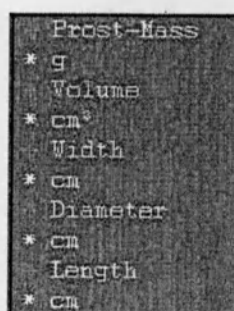

Рисунок 4.34.1
- 3) Чтобы измерить объем предстательной железы выберите пункт меню **Prost-Mass** и выполните измерения по методу LDW. После этого определите длину, толщину и ширину предстательной железы в продольном и поперечном направлении. Результаты измерений отображаются в окне 10 (см. рис. 4.34.1) и заносятся в соответствующий протокол обследования;